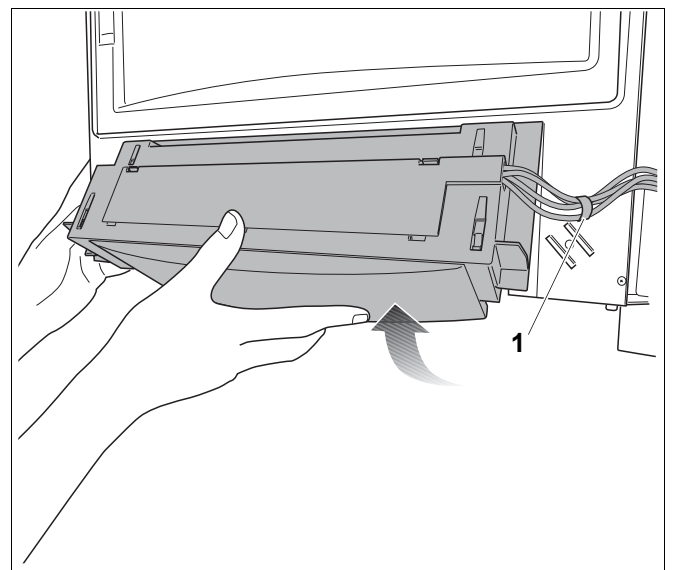

Fig. 127 Detașați tabloul de comandă
- Desfaceți binderul de cabluri (Fig. 127, **Poz. 1**).
- Detașați tabloul de comandă (Fig. 127).